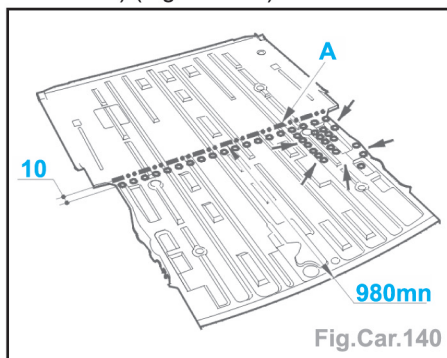

Fig.Car.140
- Tracer, puis découper (suivant **A**- coupe définitive) (Fig.Car.140).